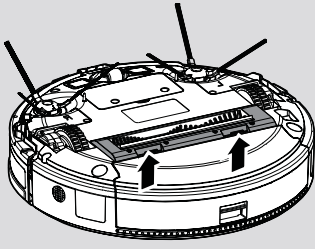

Fig. 21
2. Vuelque el robot. **[Fig. 21]**